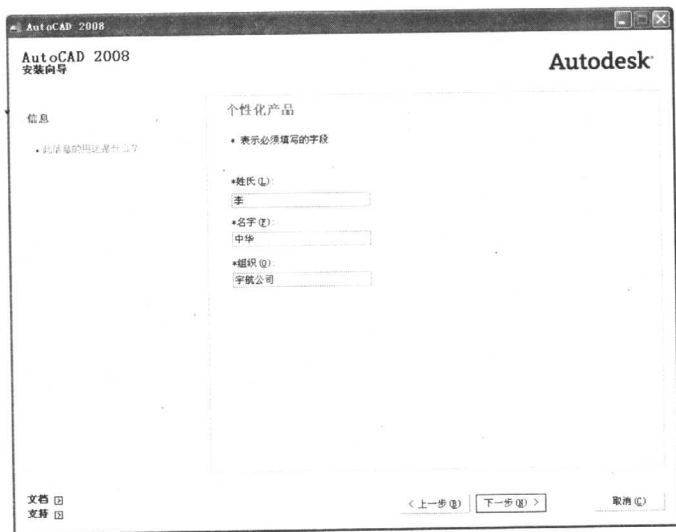

图 1.7 “个性化产品”对话框
(4) 单击“下一步”按钮，打开如图 1.7 所示的“个性化产品”对话框。依次输入“姓氏”、“名字”、“组织”等信息，单击“下一步”按钮。